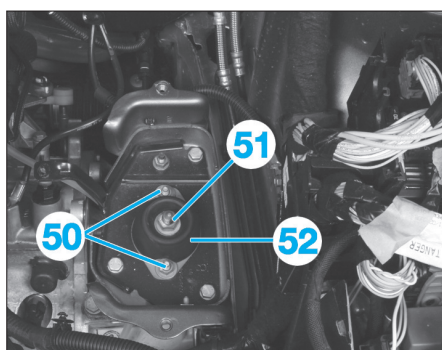

Fig. 90
- les vis de fixation (50) de la cale élastique du support de boîte de vitesses (**Fig.90**),
- l'écrou de l'axe du support de boîte de vitesses (51),
- la cale élastique (52).